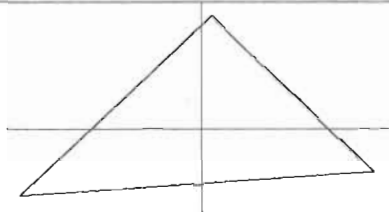

图 6-30
(5) 在视图中分别单击三角形的 3 个 endpoint，计算器会计算出三角形的中心点的坐标，并捕捉到该点。
(6) 继续在视图中水平位置和垂直方向分别任意指定一点，即可绘制出过三角形中心的十字线，如图 6-30 所示。